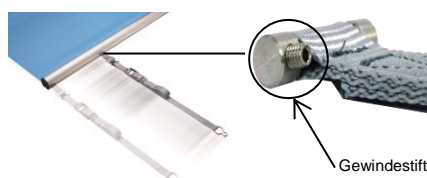

Abbildung 2.2: Stufenlos verschiebbare Abspannung
- Im Badebetrieb ist der Rollschutz auf eine Seite zurückgerollt. Dies ist die Lagerseite (A). Als erstes montieren Sie den Rollschutz nun an dieser Lagerseite. Die Abspannpunkte sollten über die Stangenlänge möglichst gleichmässig angeordnet sein, sind aber frei verschieblich und können z.B. dem Muster der Randsteine angepasst werden (Abbildung 2.2).